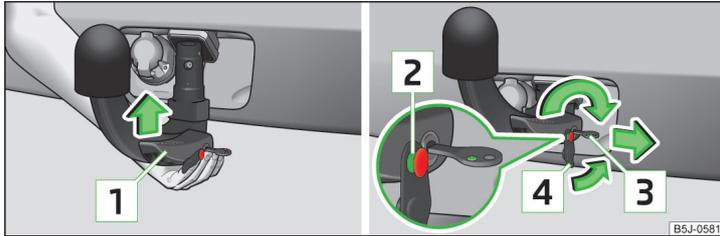

Abb. 120 Kugelstange einsetzen / Schloss verriegeln und Schlosskappe aufsetzen
- › Die Kugelstange **von unten** » Abb. 120 fassen und in den Aufnahmeschacht bis zum hörbaren Einrasten einsetzen » **!**.
Der Hebel **1** » Abb. 120 dreht sich **selbsttätig** nach oben und der Auslösebolzen **2** fährt heraus (sein roter sowie grüner Teil ist sichtbar) » **!**.
- › Die Kappe **4** » Abb. 120 auf das Schloss in Pfeilrichtung stecken » **!**.